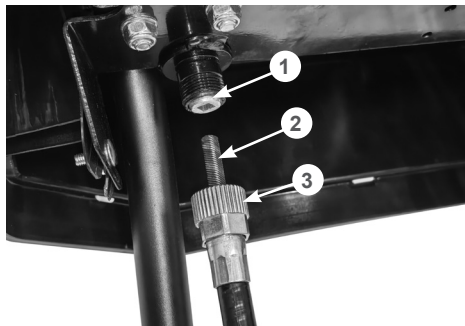

Рис. 19. Подсоединение гибкого вала к рычагу управления поворотом жёлоба
- вставьте гибкий вал 2 в четырёхгранный переходник 1 рычага управления поворотом жёлоба, после чего закрепите оболочку гибкого вала, закрутив гайку 3 (Рис. 19).